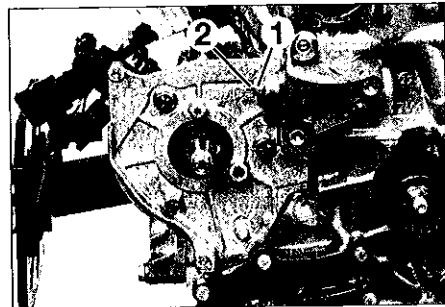

FIG. 41
- le goujon (2) et l'écrou (1) de support de pompe (Fig.41).
- les fixations (1) et (2) (Fig.41) du support de pompe haute pression.